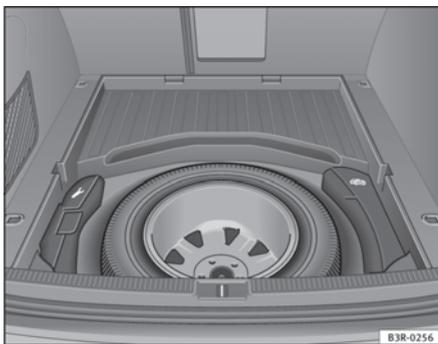

Fig. 188 Rueda de repuesto con llanta de acero
- Gire a mano la rueda moleteada ⇒ fig. 188 en el sentido contrario al de las agujas del reloj.